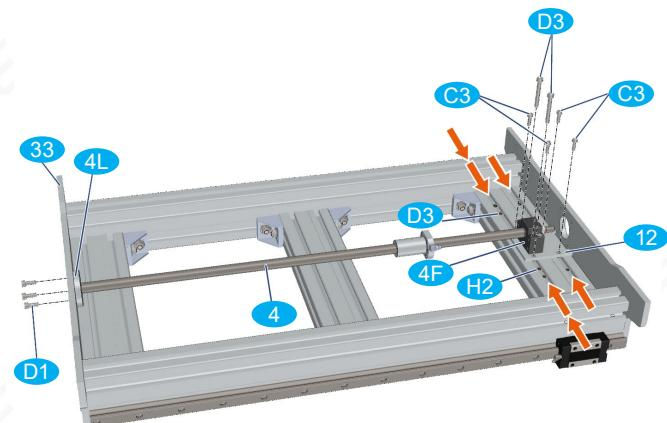

Bild 14: Montage des X-Antriebes
- Vormontierten X-Antrieb 4 wie in Bild 14 dargestellt in den Grundrahmen einlegen.